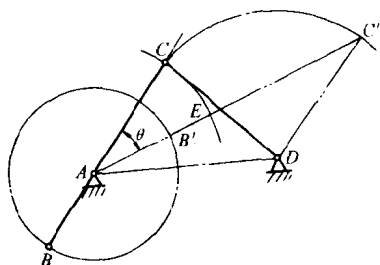

图 20
(1) 按 $\mu_l = 0.002\text{m/mm}$ 作图, 如图 20 所示;